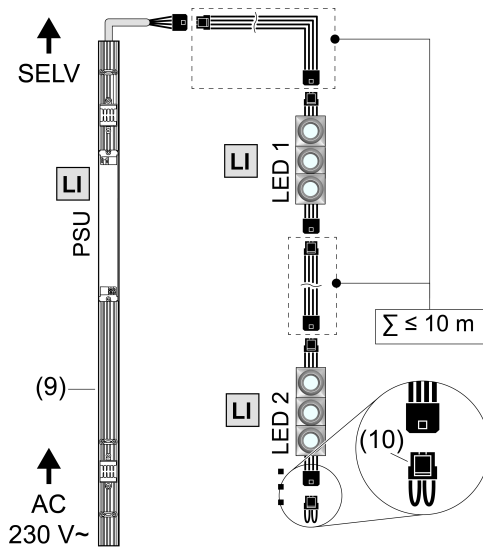

Bild 4: Anschlusskizze
- Lichteinsätze gemäß Anschlusskizze verketteten und mit einem geeigneten Betriebsgerät (9) verbinden (Bild 4).
- Verkettung am Ausgang des letzten Lichteinsatzes immer mit einem Kurzschlussstecker (10) abschließen.